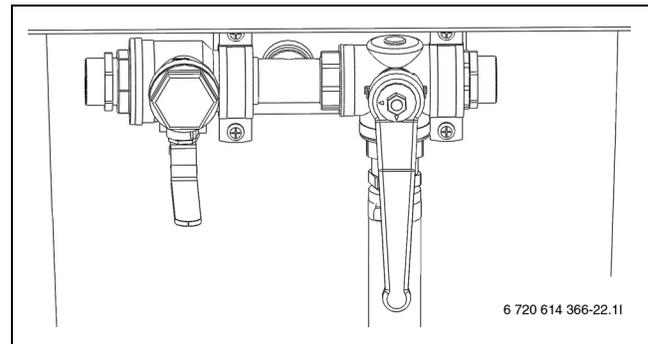

Рис. 15 Заполняющая станция в положении смешивания
- ▶ Установите краны заполняющей станции в положение смешивания (→ рис. 15).